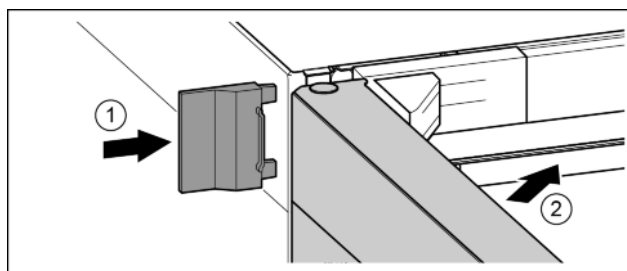

Fig. 25
- ▶ Wsunąć zewnętrzną osłonę. *Fig. 25 (1)*
- ▶ Zamknąć górne drzwi. *Fig. 25 (2)*